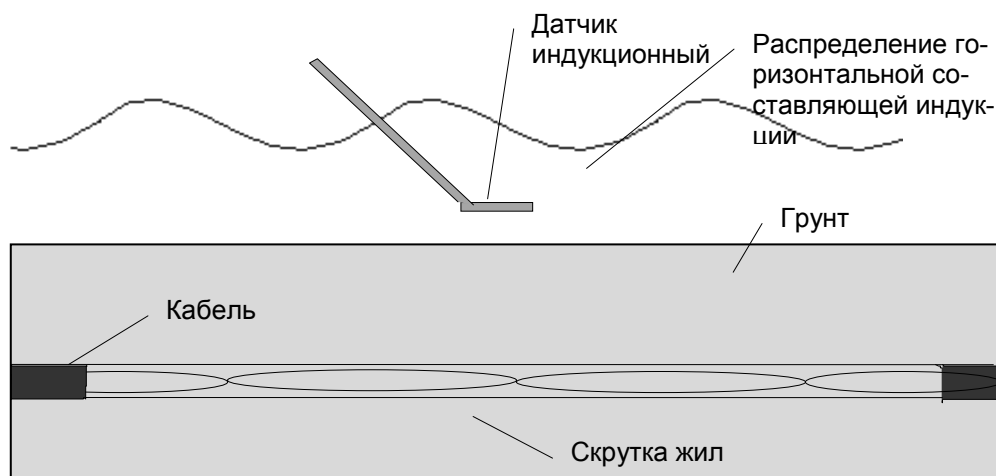

Рисунок 8. Распределение поля вдоль кабеля при подключении генератора к двум жилам, замкнутым между собой (межфазное замыкание).
6.4.1 При замыкании в кабеле между жилами или между жилами и оболочкой (что бывает чаще) генератор подключают между замкнутыми жилами (режим “петли”). При этом изменяется распределение поля вокруг кабеля: вследствие повива жил (скрутки) с шагом 0,5 - 2 м (в зависимости от конструкции кабеля) распределение продольной или перпендикулярной к трассе кабеля составляющей индукции имеет вид чередующихся максимумов и минимумов с указанным шагом по длине кабеля (рисунок 8).
Поиск повреждения проводится следующим образом. Оператор выходит на трассу, держа индукционный датчик так, как показано на рис. 8 (датчик можно держать и вертикально). При обследовании трассы в телефонах будет слышаться звук, изменяющийся по громкости с шагом скрутки. За повреждением (0,5-2 м) звук исчезает.